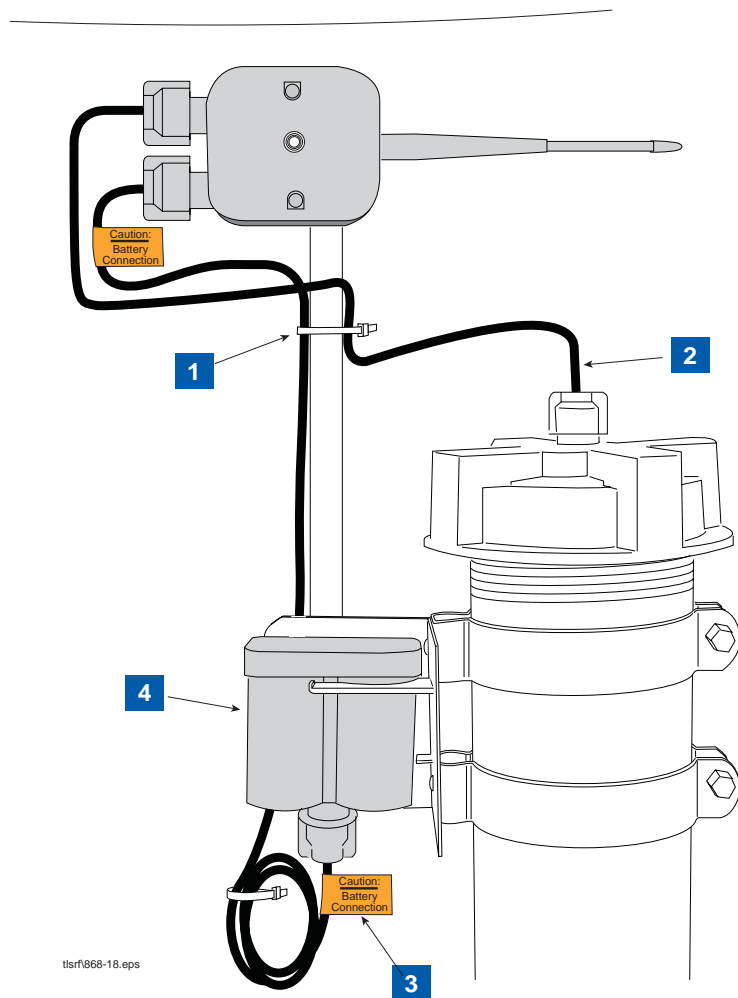

Abbildung 18. Installation des Batterieblocks und Anschlussverdrahtung
7. Den Batteriefachblock wie in Abbildung 18 gezeigt am Befestigungswinkel platzieren.
KÄSTCHEN IN ABBILDUNG 18**
14. Die orangenen Batterie-Hinweisschilder aus dem Installationssatz an beiden Enden des Kabels wie in Abbildung 18 gezeigt befestigen.